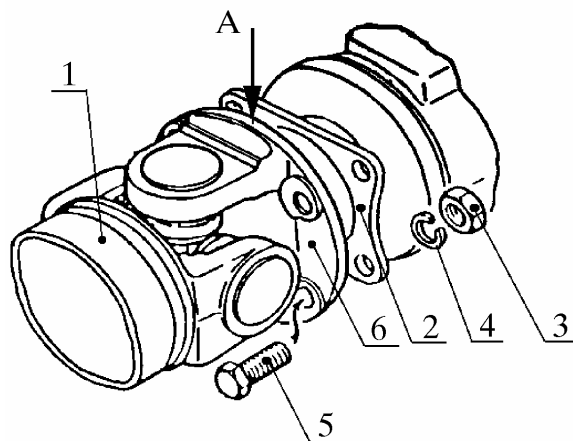

Рис. 7. Отсоединение карданного вала
4.10. Отсоединить карданный вал 1 (рис. 7) от фланца 2 ведущей шестерни заднего моста
Примечание. Если карданный вал усилием рук не снимается с замка фланца ведущей шестерни заднего моста, то рекомендуется нанести удар молотком с медными бойками по фланцу переднего шарнира карданного вала в направлении стрелки А (см. рис. 7).